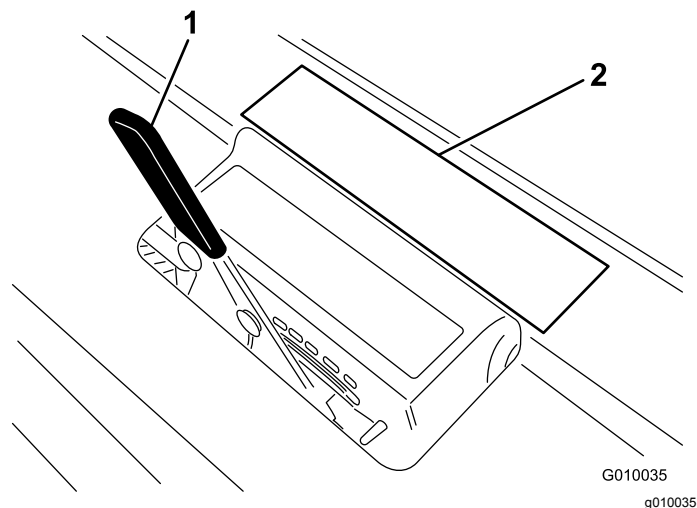

Figura 28
3. Appoggiate la fustella sull'adesivo di profondità delle fustelle (Figura 28) con un'estremità allineata con la profondità di arieggiatura desiderata (fate riferimento alla sovrapposizione della fustella sull'adesivo).